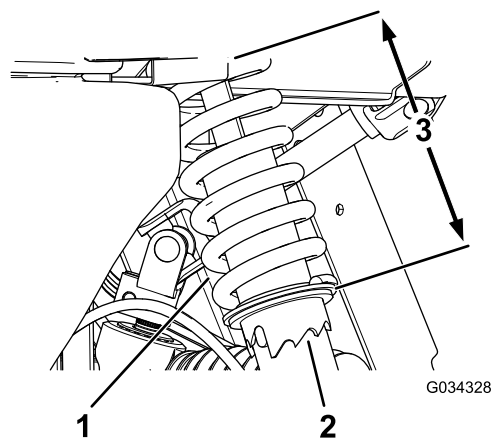

図 45
1. 特殊工具 TORO Tool No. 6010 を使って、ショックアブソーバのカラーを回転させてスプリングの長さを変更する 図 45。